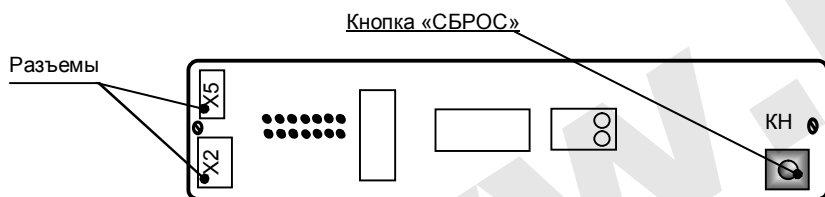

Рис. 5 Плата индикации
- Для обнуления счетчика нажать кнопку «СБРОС» КН (рис.5), расположенную на плате индикации панели управления, установленной на крышке рециркулятора.